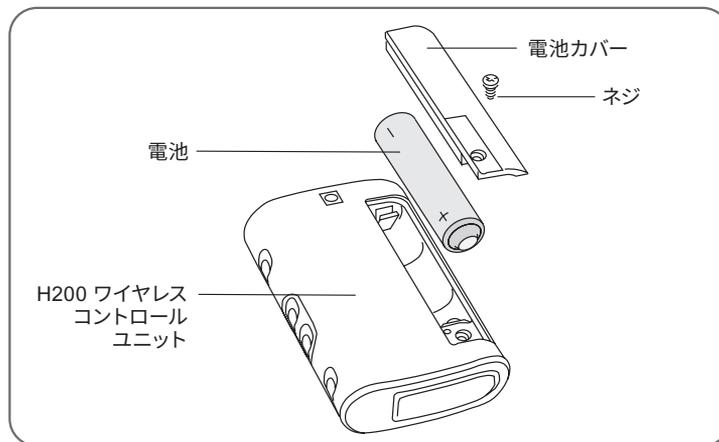

図 11-1: コントロールユニットの電池を交換する
1. プラスドライバーを使って、コントロールユニット裏面の電池カバーのネジを外します。図 11-1 を参照してください。